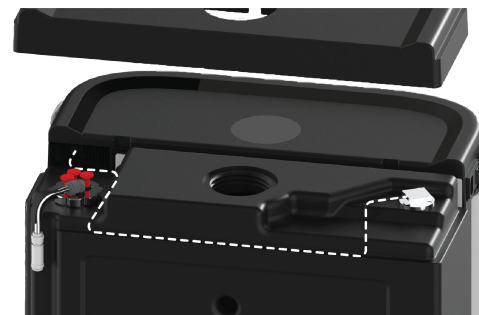

Fig. 1
1. Per il controllo del livello del serbatoio (Porta 12; vedere pagina 10), assicurarsi che il sensore di livello sia avvitato a mano nella porta in alto a sinistra. Far passare il cavo lungo la scanalatura, sotto il coperchio del serbatoio, attorno al tubo e verso la parte posteriore del serbatoio in modo che la finitura risulti a filo; vedere la Fig. 1 per il percorso. Collegare il cavo alla porta del sensore di livello (Porta 12; vedere pagina 10).